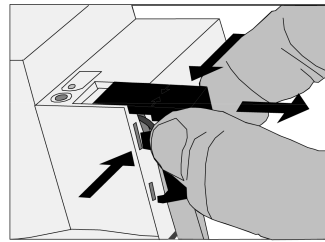

Bild 6: Abdeckkappe entfernen
- Abdeckkappe seitlich drücken und abziehen (siehe Bild 6).